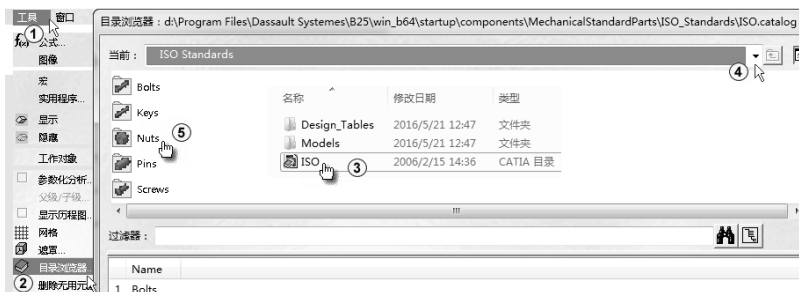

图 3-51 寻找 Nuts
在零件设计工作台中选择菜单“工具”→“目录浏览器”命令，单击“当前”栏右侧的倒三角形按钮，找到 CATIA V5 安装文件中的“d:\Program Files→Dassault Systemes→B25→win_b64→startup→components→MechanicalStandardParts→ISO_Standards”文件夹，双击“ISO”，双击“Nuts”，如图 3-51 中①～⑤所示。